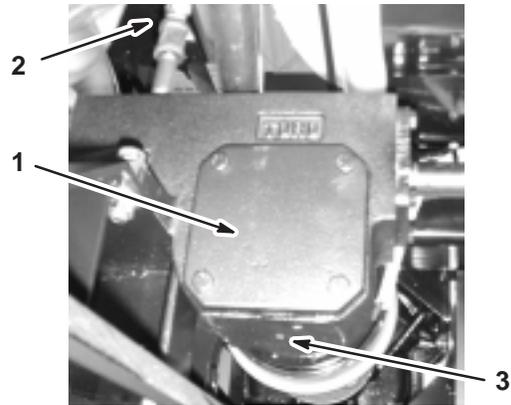

Bild 43
3. Entfernen Sie die Ablassschraube (Bild 43) und lassen Sie das Öl in das Auffanggefäß abfließen.